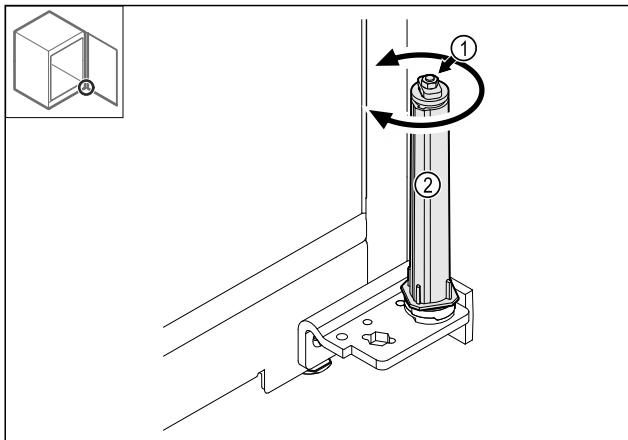

Fig. 36
- Не розбирайте гвинтове з'єднання Fig. 36 (1) запірного механізму.
- Поверніть запірний механізм Fig. 36 (2) до відчутного класання.